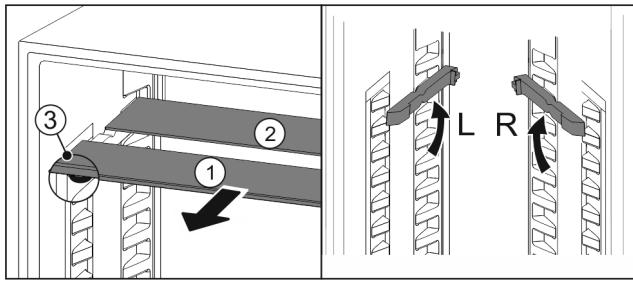

Fig. 99
- Издърпайте Fig. 99 (1) поотделно стъклените плохи напред.
- Стъклената плоча Fig. 99 (1) с декоративната лайстна е отпред.
- Ограничителите Fig. 99 (3) сочат надолу.